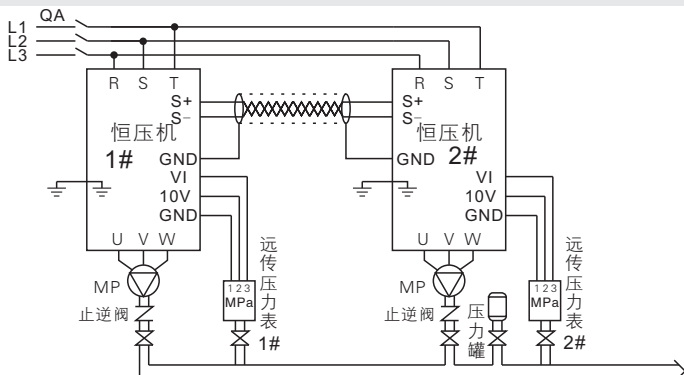
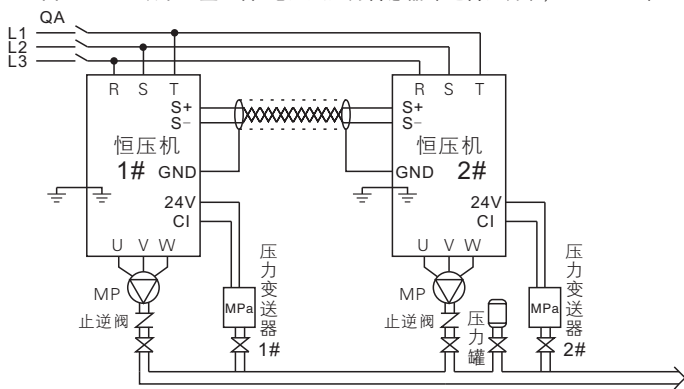

图3-4-1A 双泵互主互备-电压型压力传感器 (远传压力表,F0-03=0)
图3-4-1B 双泵互主互备-电流型压力传感器 (压力变送器,F0-03=1)
- ①先接主回路输入端 (三相: R、S、T, 单相: R、T) 输出端 (U、V、W到异步电机)
- ②再将压力传感器的信号线连接到智能恒压机, 连接电压型远传压力表参照图3-4-1A, 连接电流型压力变送器参照图3-4-1B。
- ③通信线连接, 用双绞屏蔽线将两台智能恒压机端子S+、S-同名端子对应连接。
- ① 供电后，将F0-00设置0为手动模式，按运行键查看水泵叶轮旋转方向是否正确，若方向反转，断电后将电机线任意两相对调即可。
- ② 首次启动，可使用手动模式给水泵、管道排气。
- ① 设置压力传感器最大量程F0-04（参见下表F0-04说明）。
- ② 在手动模式下启动查看恒压机上的反馈压力是否与实际压力一致，长按▲键或▼键增加或减少水泵转速观察反馈压力是否同时改变一致，若一致，说明压力传感器接线正确。（观察1#泵）
- ① 首次启动或遗忘参数时，恢复厂家参数（F0-24设置“1”确定）
- ② 按照3.4.3参数设置表，逐项进行设置。F0-01~F0-04参数仅需在主机泵设置（双主机需要在1号、2号机分别设置参数）